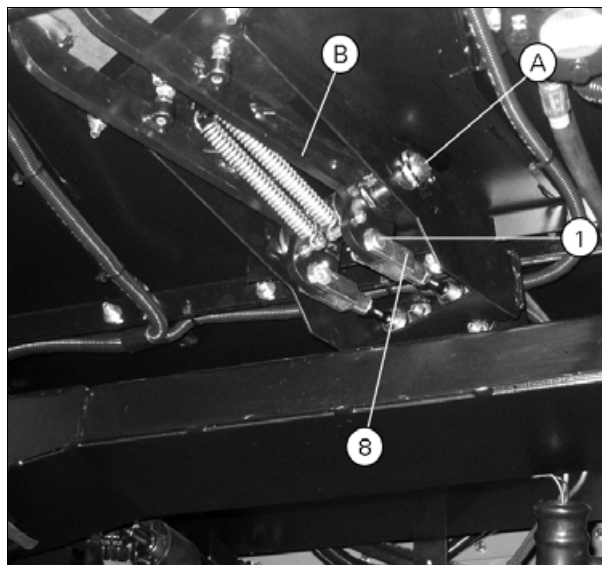

Рис. 8.
- Отверните крепежные элементы вилки рис. 8.
- Выверните болты и снимите главный цилиндр (C).